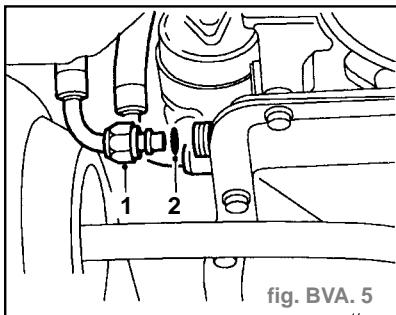

fig. BVA. 5
- Dégager le câble de rétrogradation de la came d'accélérateur (2).
- Desserrer les raccords union et débrancher les 2 flexibles de refroidisseur de liquide de la boîte de vitesses (1) (fig. BVA. 5).